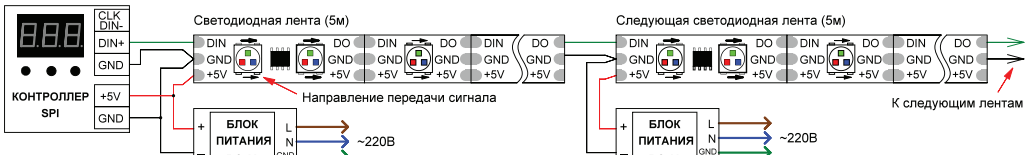

Рис.2. Схема подключения ленты при управлении от внешнего контроллера.
- Подключите ленту в соответствии с выбранной схемой (Рис.1 или Рис.2), соблюдая полярность и маркировку проводов. При подключении лент и соединении отрезков учитывайте направление передачи цифрового сигнала, указанное стрелкой на ленте. Вход сигнала управления имеет обозначение «D!»; выход - «DO». Для подключения используйте коннекторы из комплекта поставки. Руководствуйтесь маркировкой, нанесенной на ленту (см. таблицу), маркировкой на контроллере и информацией, приведенной на Рис.3 и Рис.4.
- Подключите ленту согласно используемой схеме (Рис.1 или Рис.2), соблюдая полярность.